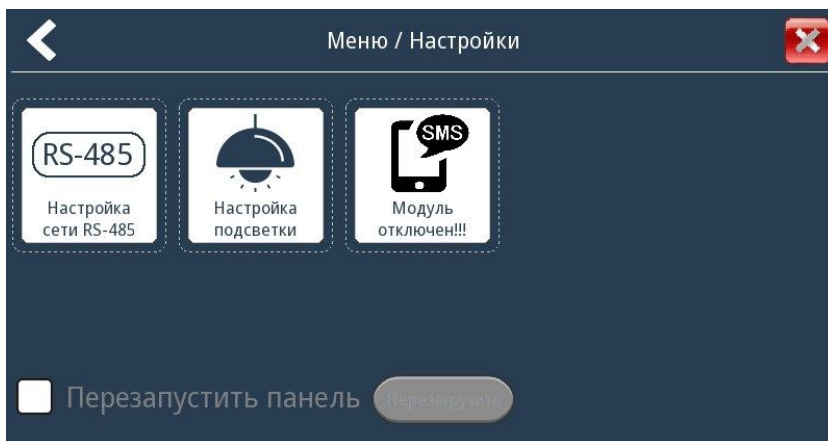

Рисунок 18 – Вид окна «Настройки»
10.26 При нажатии на иконку № 7 (таблица 6) откроется окно «Настройки» (рисунок 18). Изображение элементов данного меню приведено в таблице 7. Для возвращения в предыдущий пункт меню нажмите кнопку-указатель «Влево». Для выхода на главное окно нажмите кнопку «Закрыть».